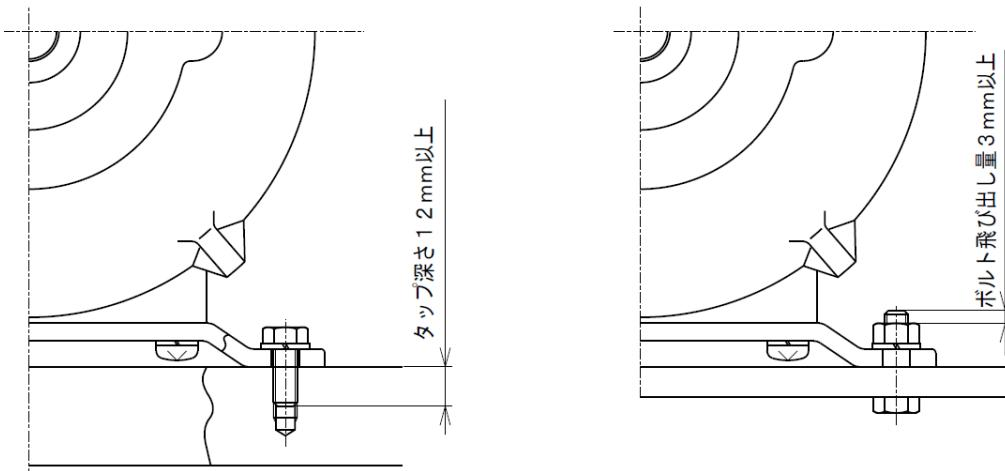

図2：固定方法
- (2) ボルト&ナットで固定する場合は、図2のようにナット側にボルトの先端が 3 mm程度出る長さのボルトを使用してください。又、ベース面にタップ穴加工をして取付ける場合、図2のようにタップ深さは 12 mm以上必要です。